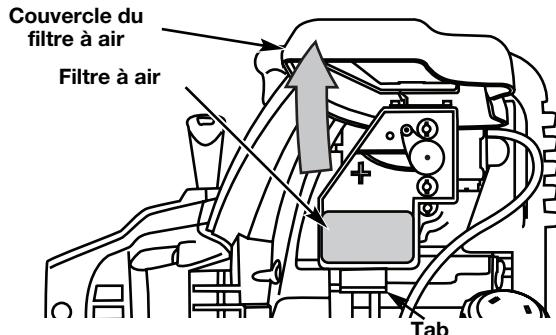

Fig. 44
**REMARQUE :** Mesurez la quantité nécessaire à l'aide de la bouteille et de la buse utilisées lors de la mise en service. 90 ml (3,04 oz) correspond environ au haut de l'étiquette de la bouteille (Fig. 44). Vérifiez le niveau d'huile avec la jauge. S'il est trop bas, ajoutez un peu d'huile par l'orifice et revérifiez. Ne remplissez pas trop (Fig. 43).
1. Ouvrez la couverture du filtre à air. Poussez la languette sur le dessous vers l'intérieur. Tirez ensuite la couverture du filtre à air vers le haut et vers l'extérieur. (Fig. 44).
2. Retirez le filtre à air (Fig. 44).